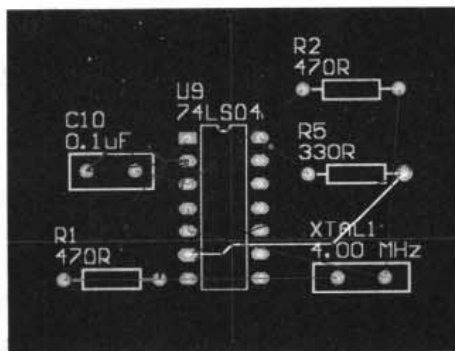

图 10-125 对选中连线布线
- **Autoroute Connection:** 对选中连线布线。选择该命令后，光标变为十字，将光标移至目标连线上，单击鼠标左键即可对被选中的连线进行布线，如图 10-125 所示。这时鼠标仍处于 Autoroute Connection 命令状态下，可以继续对下一条连线布线。单击鼠标右键，即可退出布线命令。